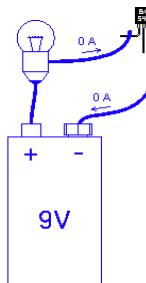
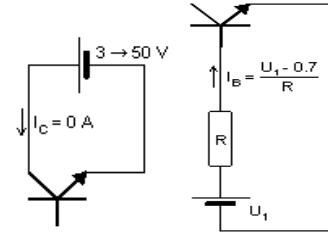

Fig. 1
Fig. 4
- Si on branche une source de tension entre les bornes C et E, le transistor ne laisse pas passer de courant (fig. 1).
Les schémas électroniques correspondant aux dessins des figures 1, 2 et 3 sont représentés par les figures 4, 5 et 6 :